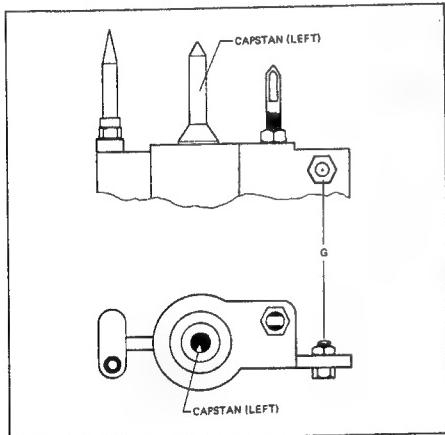

Fig. 3.5
- Die Zentrierschraube [G] im Doppelkapstannguss (Fig. 3.5) lösen.
- Loosen centering screw [G] in the dual capstan casting (Fig. 3.5). Press pivoting carrier down until the tip of the headless setscrew [H] plunges into the centering screw.
Dévissez la vis de centrage [G] du châssis du double cabestan (fig. 3.5). Poussez le support pivotant vers le haut. La pointe de la tige filetée [H] doit pénétrer dans la vis de réglage.